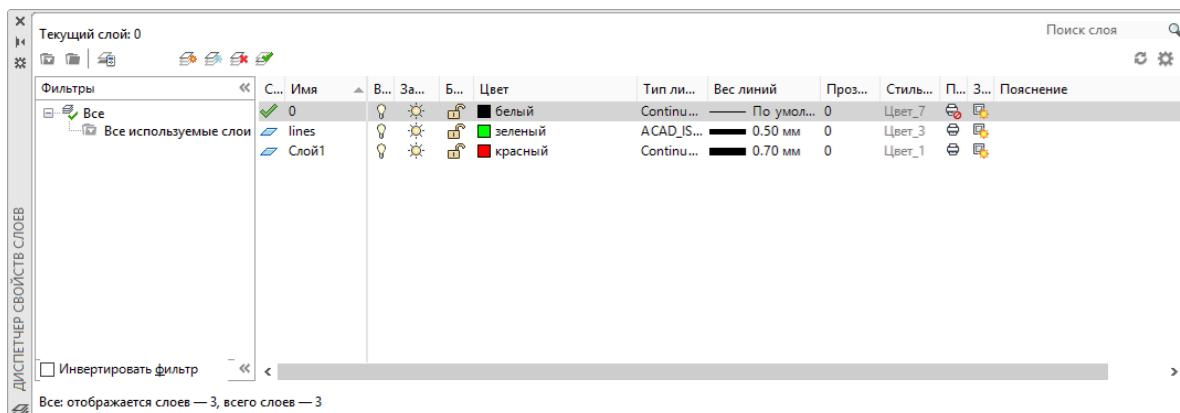

Рисунок 3.1. Діалогове вікно Диспетчер шарів (Layer Properties Manager)
2. Для керування шарами та їх властивостями AutoCAD надає ряд засобів, основним з яких є діалогове вікно **Диспетчер шарів** (Layer Properties Manager), яке викликається за допомогою кнопки на панелі інструментів (рис. 3.1).